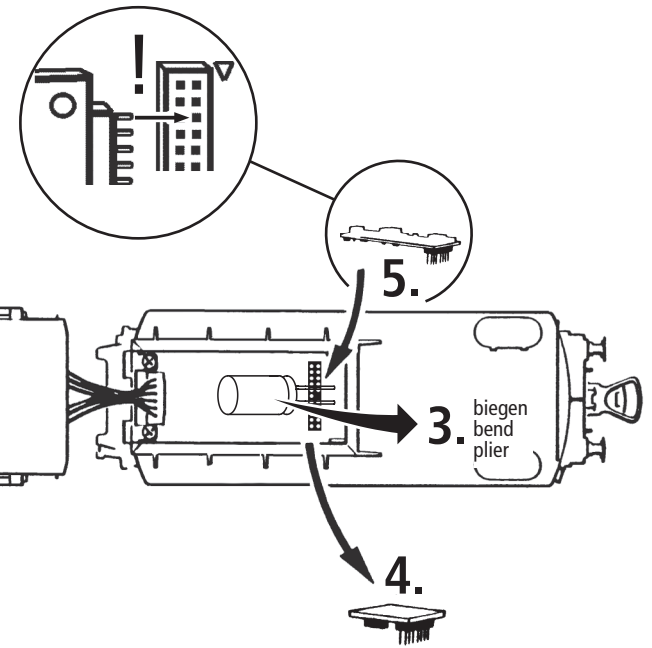

Fig. 4
**Running in digital mode:** First remove Tender body (fig. 6+8). Then remove the jumper from the interface. Finally put the plug of the decoder into the interface as shown in fig. 4.
**Exploitation en télécommande multi-trains:** Veuillez démonter d'abord la caisse du tender (fig. 6+8). Enlevez ensuite la fiche de shuntage de l'interface (à conserver!) et enfichez finalement la fiche de décodeur aux prises de l'interface. Veuillez à la position correcte de la fiche (voir fig. 4).